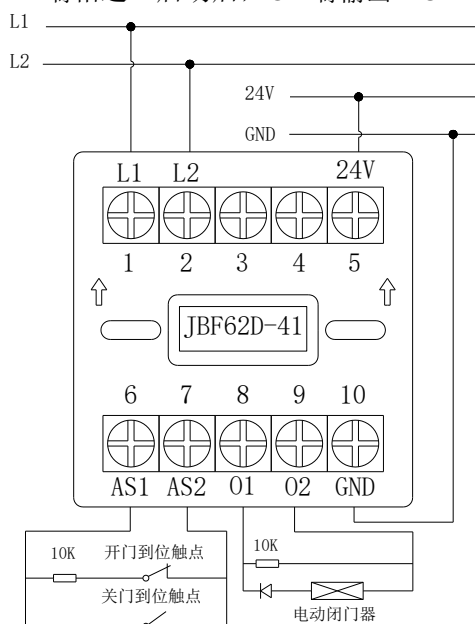

图 4 接线示意图
- ◆ 启动后输出 DC24V: O1(端子 8)和 O2 (端子 9): 接被控设备, 此时被控设备需串接二极管后与 10k $\Omega$  电阻并联后接到 O1 与 O2 端之间, 二极管正极与 O2 端相连。启动后, O2 端输出 DC24V。接线方式见图 4。